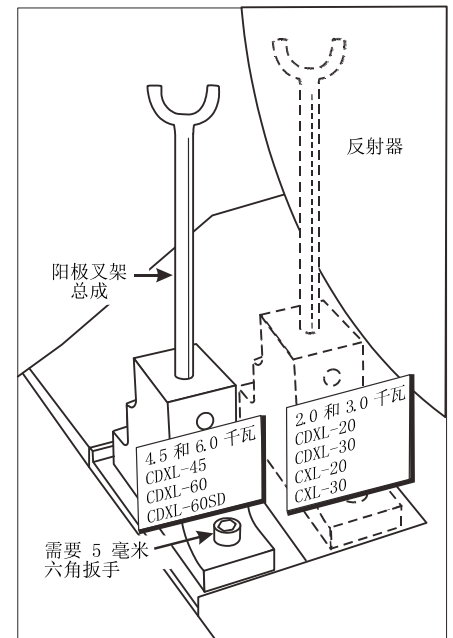

图 2-13 阳极夹位置
2. 根据灯泡类型放置阳极叉架总成。检查阳极叉架总成的位置以确定数字电影放映机中使用的灯泡类型。表 2.2 列出了 CP2230 可用的所有灯泡类型，以及阳极叉架总成的位置。（图 2-13）